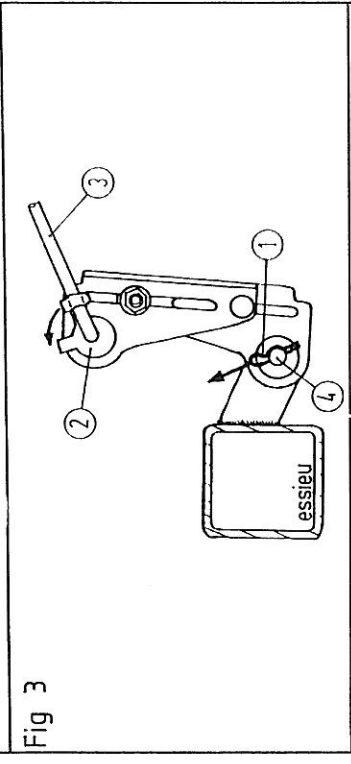

Fig 3
- c/ Dépose de la biellette de freinage d'origine (Fig 3)